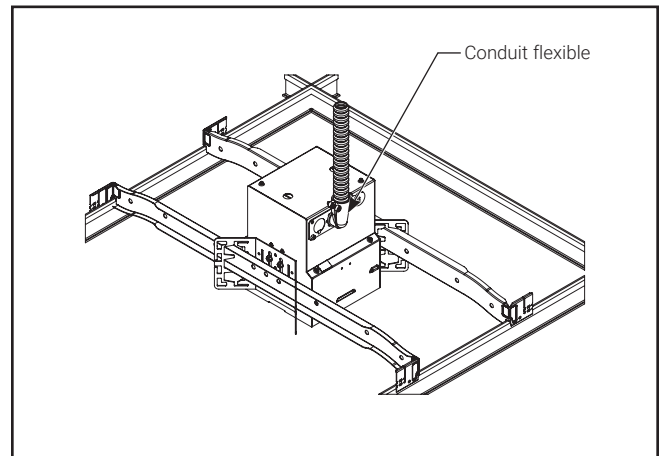

Figure 4.
- Fixez le conduit flexible à la plaque d'accès, puis fixez la plaque d'accès au boîtier avec des vis n° 8-32 (Figure 4).